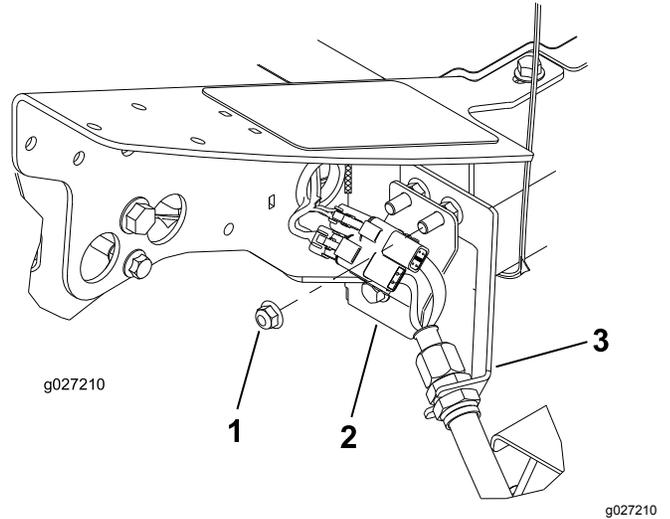

図 12
1. フレームの左前コーナー 4 番カッティングユニットの位置の、バルクヘッドブラケットをマシンに固定しているボルトについての余分のフランジナットを取り外す 図 12。
3. バルクヘッド取り付けボルトにコネクタプレートを通す。コネクタは 図 12 に示すように通す。